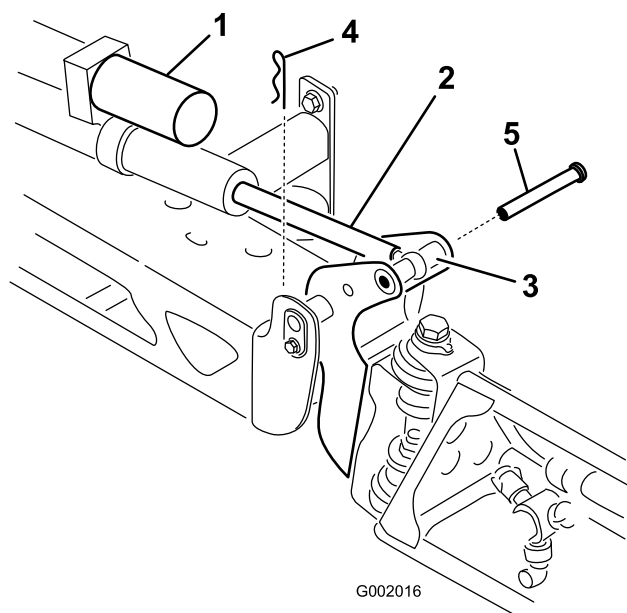

Figura 45
2. Togliete la coppiglia dal perno di articolazione (Figura 45).
3. Sollevate la barra e togliete il perno (Figura 45). Abbassate lentamente la barra al suolo.
6. Alzate la barra per allineare il perno con l'asta dell'attuatore. Tenete ferma la barra e inserite il perno attraverso il perno della barra e l'asta dell'attuatore (Figura 45).